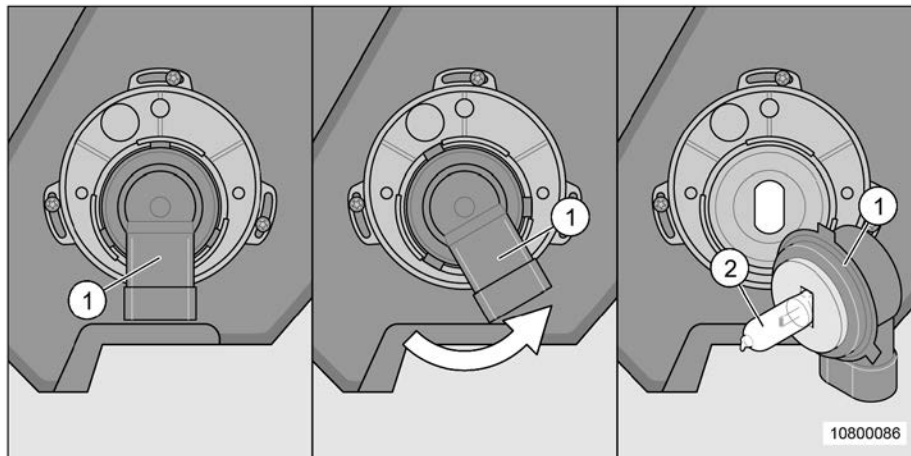

Fig. 170 Remplacement de l'ampoule du feu de croisement et du feu de route
Si, en remplaçant l'ampoule au niveau de l'éclairage avant (Fig. 170), on travaille avec un outil non approprié ou si le câble est trop sollicité, il y a risque de détérioration.
1. Tourner le culot (Fig. 170/1) dans le sens anti-horaire jusqu'en butée.
2. Retirer prudemment le culot (Fig. 170/1) en veillant à le tenir bien droit.
3. Retirer l'ampoule (Fig. 170/2) du culot et la remplacer.